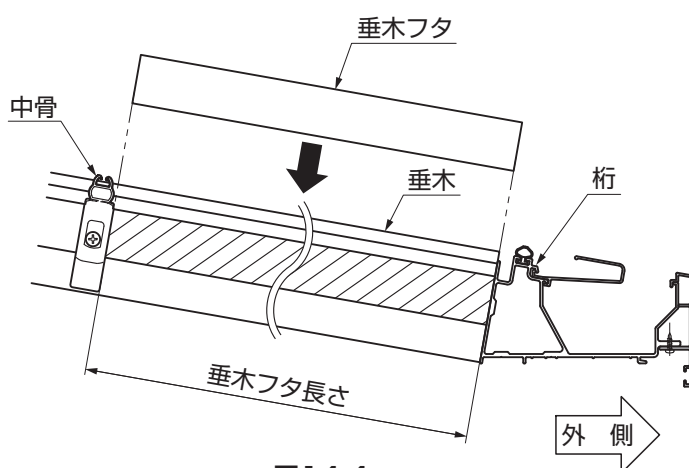

図14-4
- 垂木フタの長さを目安に中骨のおおよその位置を決めてください。中骨は後で動かすことができます。(図14-4参照)